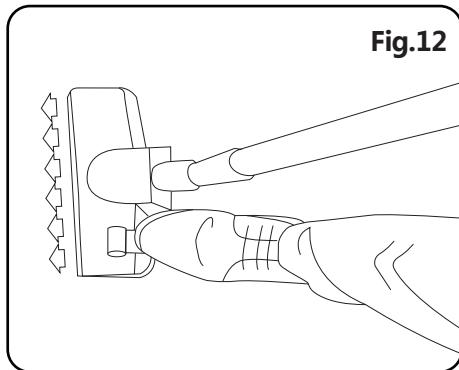

Fig.12
3. Como en la fig.12, pise el pedal del cepillo para que las cerdas estén en el exterior y pueda limpiar el suelo.